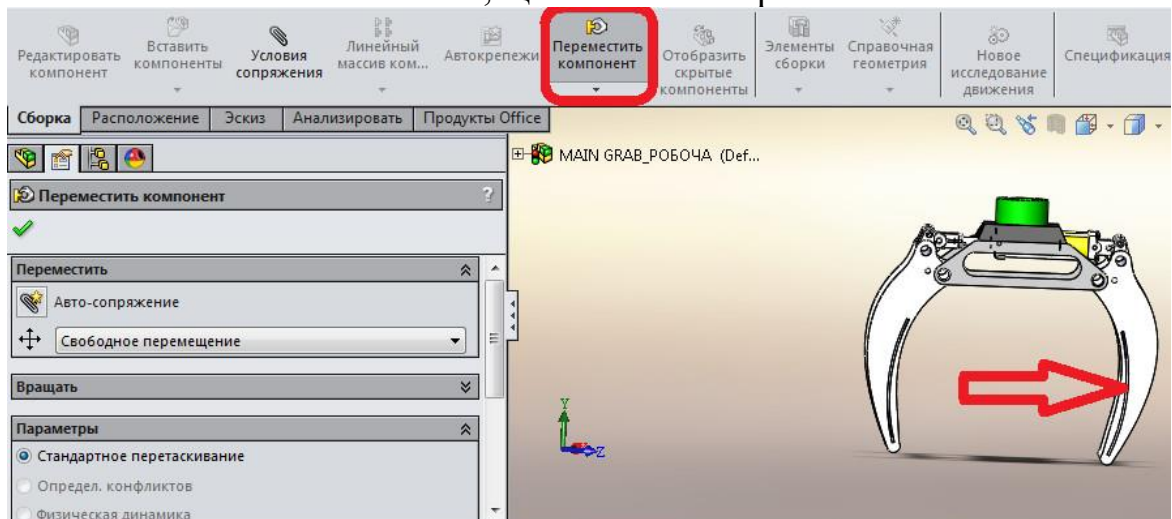

Рис.4. Положення захватів на 5 секундах
2.4.4. У графічній області перетягнете компонент **GRAB SIDE** у розкрите положення захватів, що показано на рис.4.